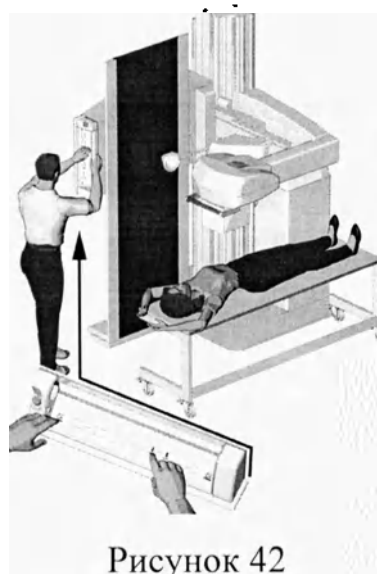
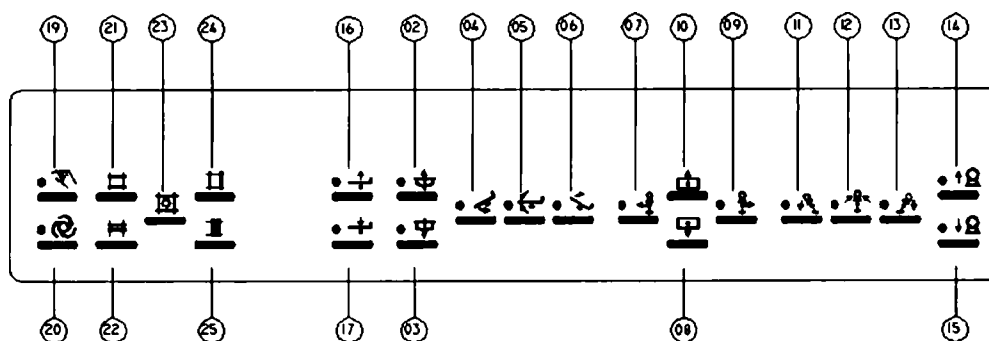

Рисунок 42
Рисунок 43
- вертикально (см. рисунок 42) переместить трубку и детектор на SID при помощи кнопок, находящихся на клавиатуре ЭСУ, нажимая и удерживая кнопку **08** (см. рисунок 43).